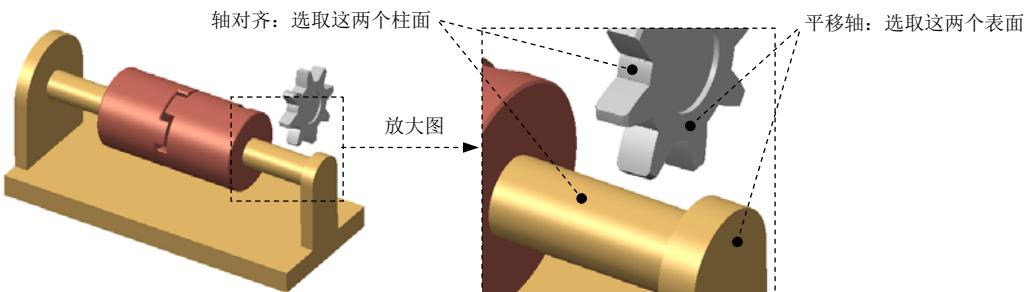

图 7.5.11 创建圆柱 (Cylinder) 连接
(6) 单击操控板中的 按钮，完成销连接的创建。
Step8. 引入元件 SPLINE.prt，并将其调整到图 7.5.11 所示的位置。
(1) 在连接列表中选取 圆柱 选项，系统弹出“元件放置”操控板，单击操控板菜单中的 **放置** 选项卡。
(2) 定义“轴对齐”约束。分别选取图 7.5.11 所示的两个柱面为“轴对齐”约束参考，此时 **放置** 界面如图 7.5.12 所示。
(3) 设置平移轴参考。在 **放置** 界面中单击 平移轴 选项，选取图 7.5.11 所示的两个平面为平移轴参考。